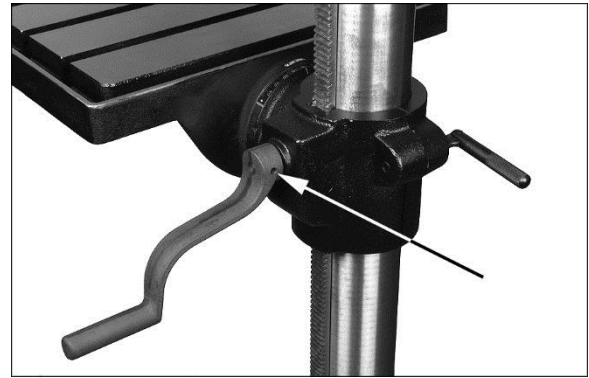

Abb. 6-1: Handkurbel befestigen
2. Befestigen Sie die Handkurbel an der Tischhalterung und ziehen Sie die Stellschraube mit einem 3 mm-Inbusschlüssel an. (Abb. 6-1)